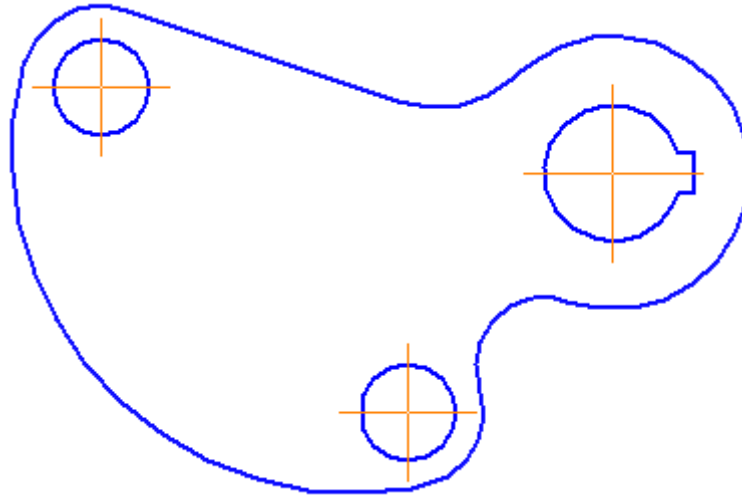

Рисунок 18.
- Прекратите выполнение команды и вновь отобразите деталь целиком. Построение геометрии детали закончено (рис. 18).